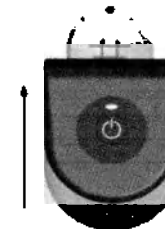

Рисунок 10. Выравнивание зарядного устройства по нижнему краю
18. Сделайте на коже отметку, соответствующую верхнему краю зарядного устройства (Рисунок 10).